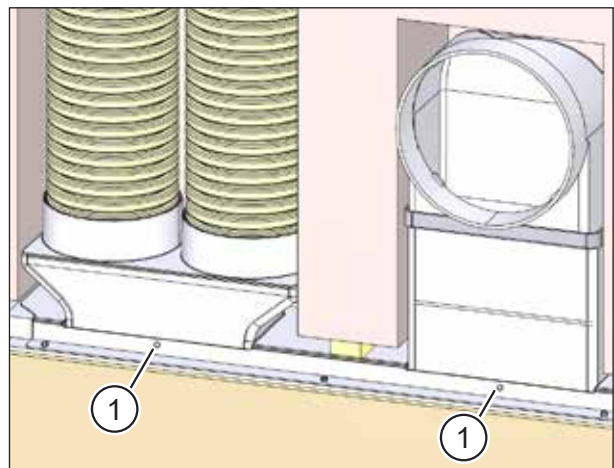

Abb. 57: Flachkanal- / Flexrohranschlüsse am Mauerkasten befestigen
Im Putzrahmen befinden sich zwei Bohrungen (Pos. 1 in Abb. 57), um die Flachkanal- bzw. Flexrohranschlüsse am Mauerkasten mit Blindnieten zu befestigen. Diese Bohrungen müssen auch in den Flachkanal- bzw. Flexrohranschlüssen angebracht werden.
- ▶ Bohren Sie mit dem 3-mm-Bohrer durch die Löcher im Putzrahmen (Pos. 1 in Abb. 57) in die Flachkanal- bzw. Flexrohranschlüsse.